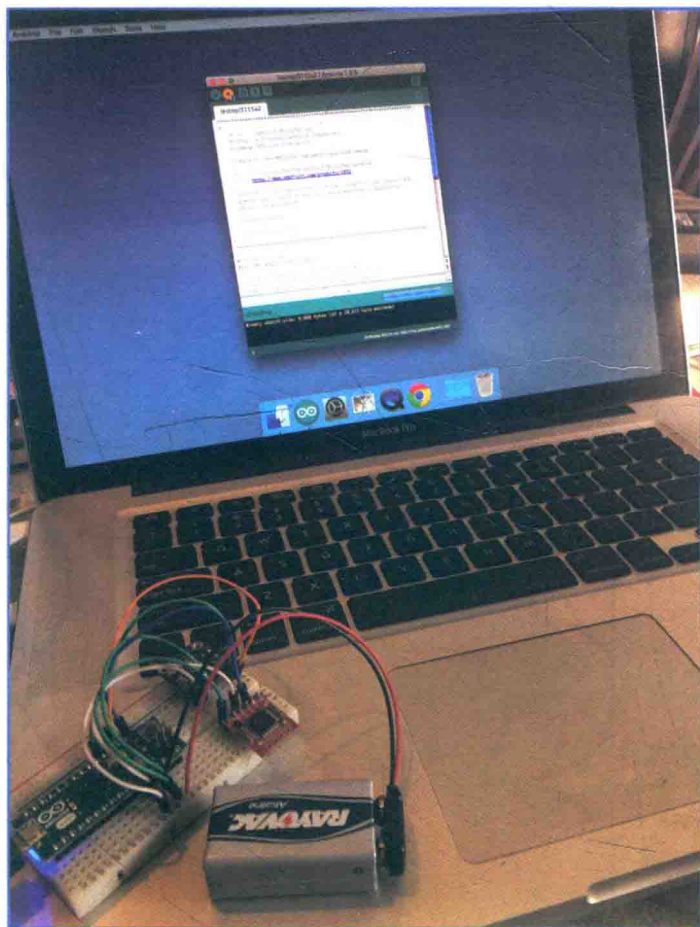

图 5.18 将素描上传到 Arduino
6. 加载来自示例的 Arduino 素描，将其上传到 Arduino，如图 5.18 所示。我将在下一节详细描述这一步骤。